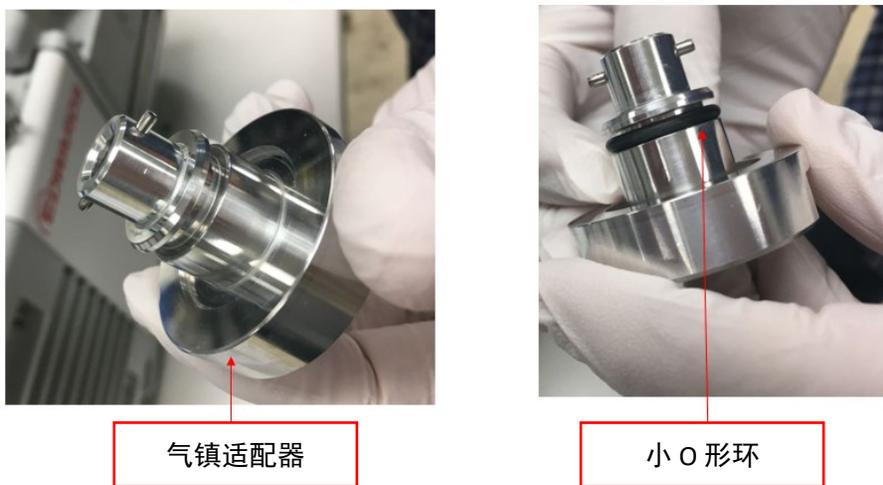

图6：为气镇适配器添加小 O 形环
- a. 添加较小的 O 形环，以使其在金属适配器上做径向密封。见图 6。